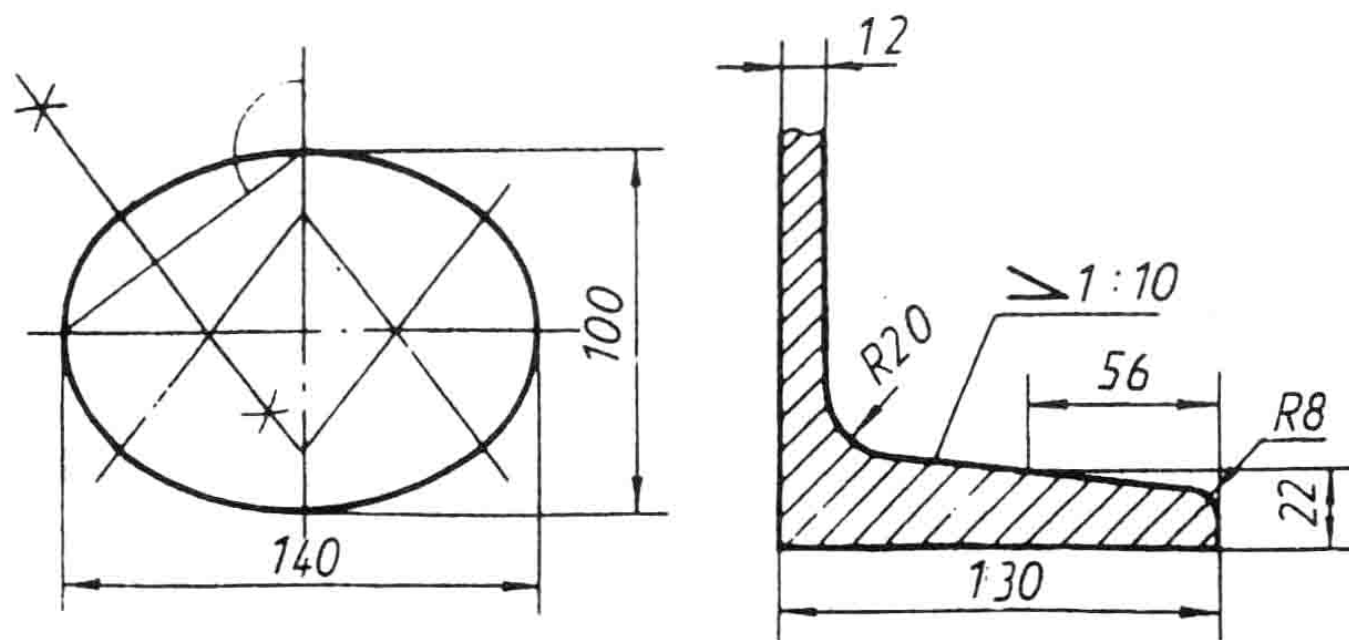
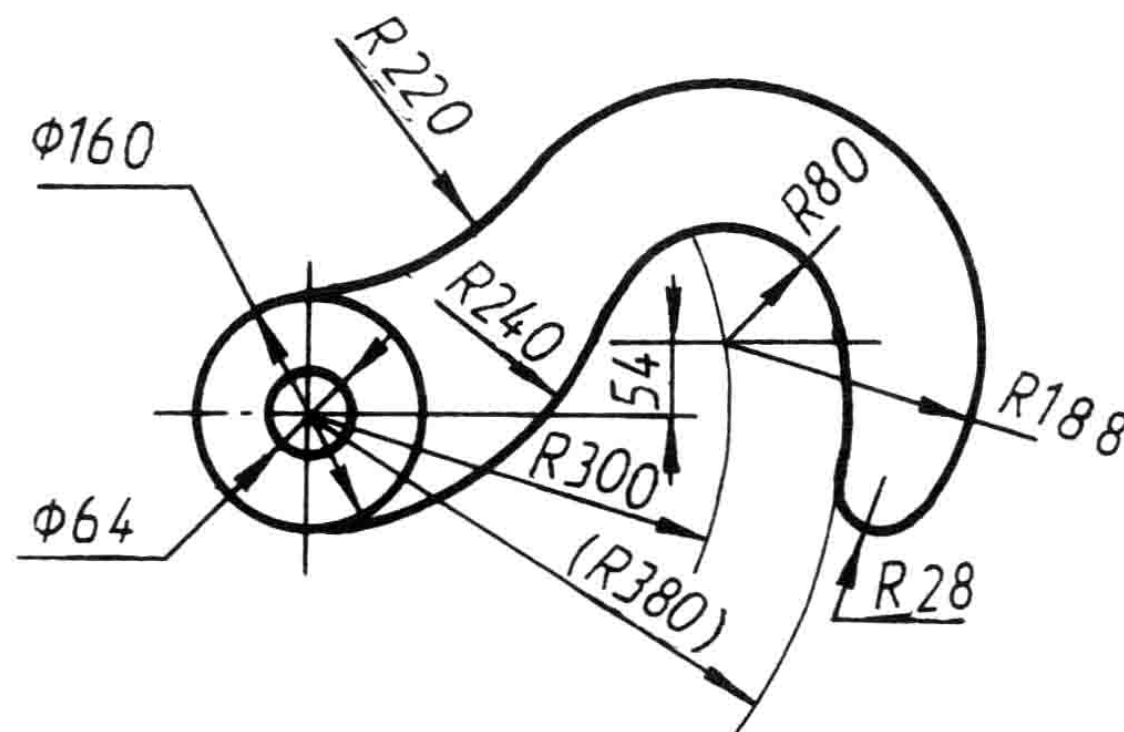

图1
图2
根据图1和图2,抄两张图。
(1) 根据尺寸,按比例1:1,将图1中的2个平面图形画在一张A3图纸上,尺寸照注。图名——几何作图(1),图号——01.01。
(2) 根据尺寸,按比例1:2,将图2中的平面图形画在一张A3图纸上,尺寸照注。图名——几何作图(2),图号——01.02。
(3) 其余参阅下页《有关作业的一般说明》。